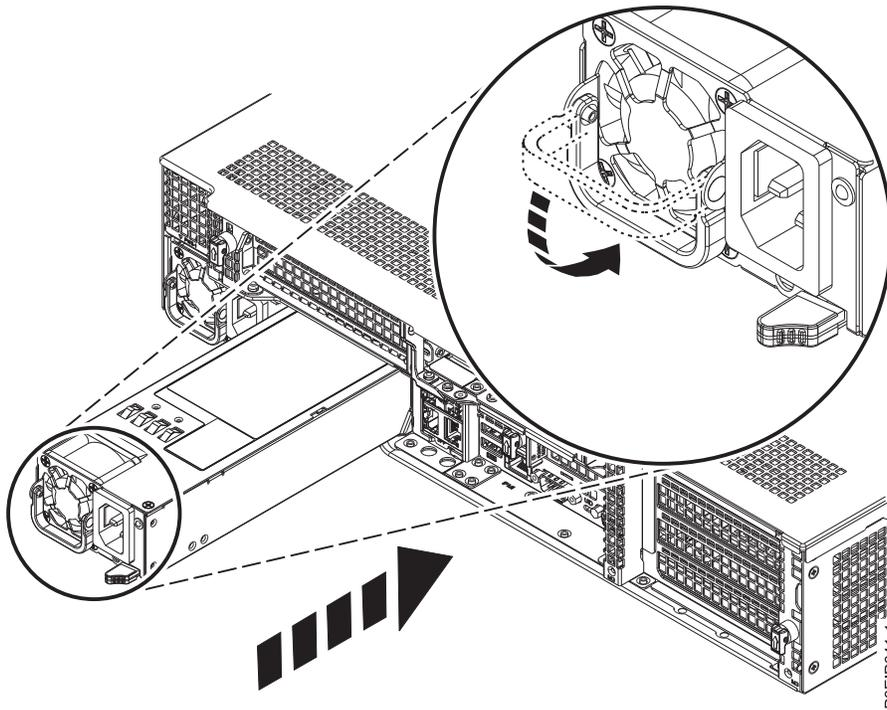

Figura 71. Sustitución de una fuente de alimentación en el sistema
2. Alinee la fuente de alimentación con la bahía, como se muestra en la Figura 71. El ventilador está a la izquierda y el enchufe a la derecha. Deslice la fuente de alimentación en el sistema hasta que el pestillo encaje en su sitio.